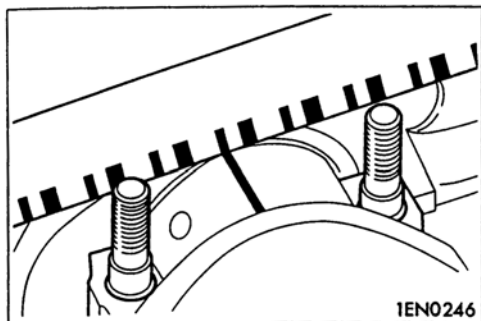

图 5-6
(1) 擦掉连杆轴和连杆轴承上的所有机油。
(2) 在连杆轴颈上放置塑料线规, 它被切成与轴承宽度相同的长度。塑料线规必须位于连杆轴颈的中心, 并与其轴线平行。
(3) 轻轻地把连杆盖放置在其位置上, 并将螺栓按规定力矩拧紧。
(4) 拆下螺栓, 慢慢地拆下连杆盖。
(5) 用印刷在塑料线规袋上的标尺, 在最宽点测量塑料线规的被挤压部分 (图 5-6)。